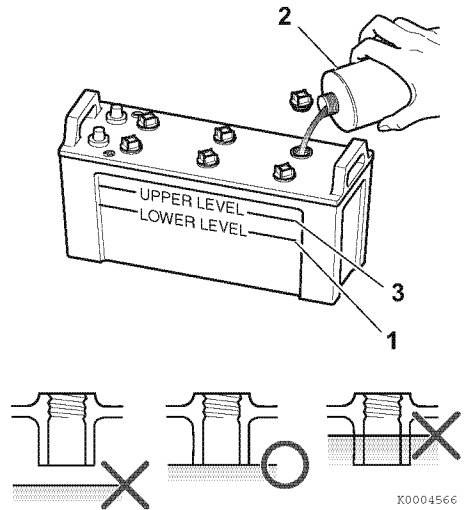

Figura 5
1. Não opere o motor com um nível insuficiente do electrólito da bateria, pois isso iria destruí-la. Verifique o nível do fluido periodicamente. Se o nível for inferior ao nível de enchimento mínimo (1, **Figura 5**), encha com água destilada (2, **Figura 5**) (disponível no mercado) até ao limite superior (3, **Figura 5**) da bateria. (O fluido da bateria tem tendência a evaporar com temperaturas elevadas, especialmente no verão. Nestes casos inspeccione a bateria mais cedo que o especificado.)